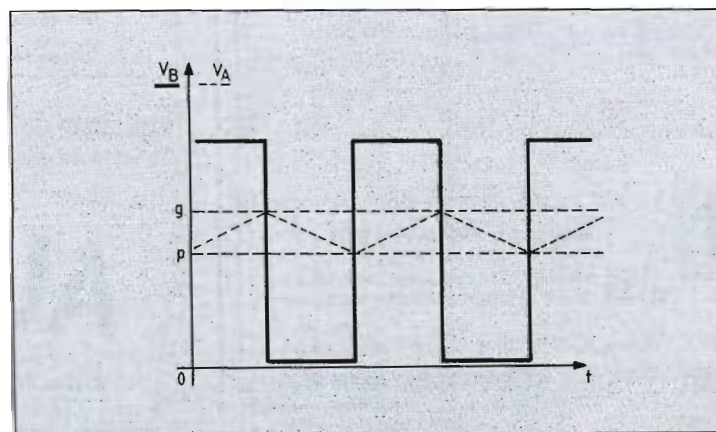

Fig. 24. - Formes d'ondes du circuit de la figure 23, en trait plein pour V_B , en tirets pour V_A .
Les courbes de la figure 24 montrent ce qui se passe, le potentiel du point (A) passant du minimum au maximum (ou le contraire) à chaque basculement, celui du point (A) évoluant entre le seuil bas p et le seuil haut g, suivant une courbe « en dents de scie à bois ».